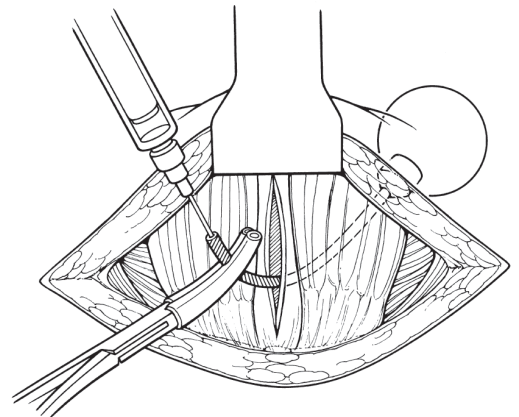

Figura 4-9. Riempimento del pallone per la regolazione della pressione e clampaggio dei tubi
16. Clampare (solo una tacca) il tubo a circa 3 cm dall'estremità con una pinza emostatica ricoperta da tubo (**Figura 4-9**).